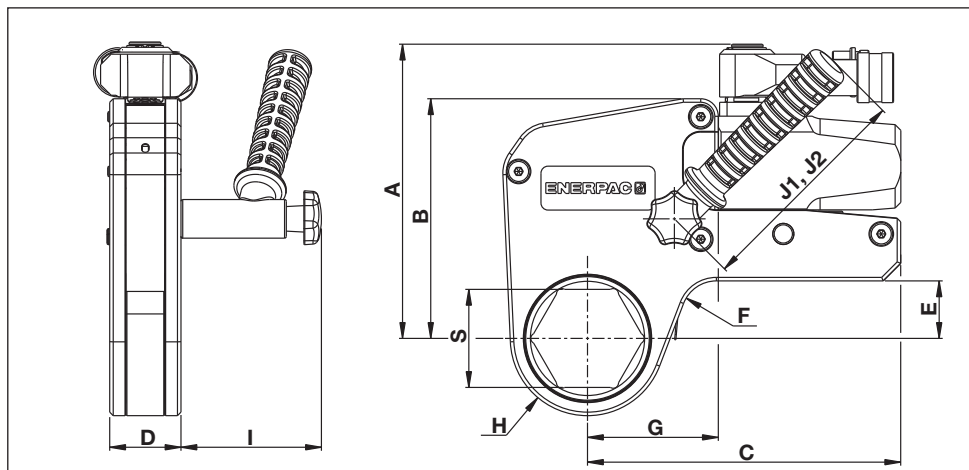

Fig. 22
6.1 Kapaciteter, mått och ytterligare produktinformation (Fig. 22)
6.2.1 Metrisk tabell - Kassetter i W2000X-, W4000X- och W8000X-serien (se Fig. 22 för placeringar för måtten S, H och G)
6.2.2 Metrisk tabell – Kassetter i W15000X-serien (se Fig. 22 för placeringar för måtten S, H och G)